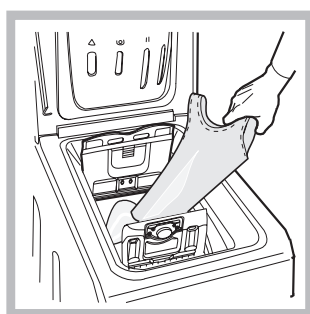

Fig. 3
C) INTRODUISEZ LE LINGE (Fig. 3).